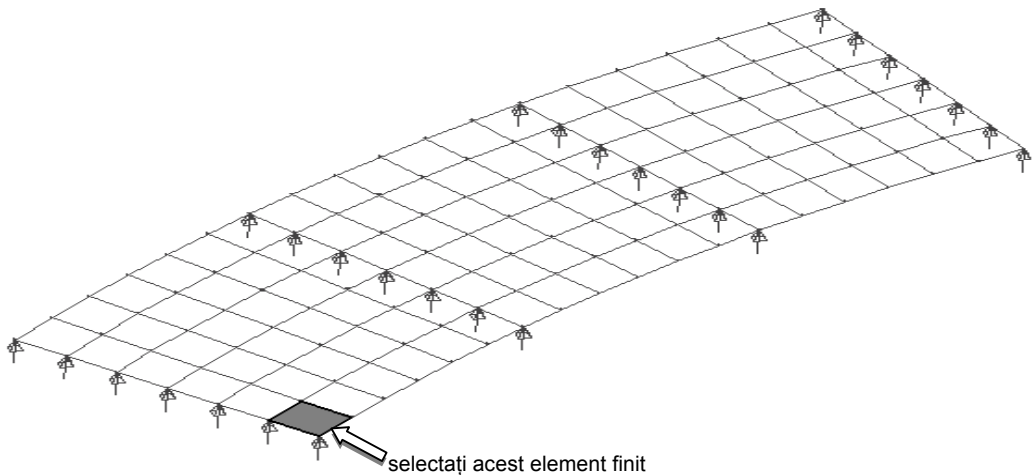

Fig. 25
- se selectează primul element din colțul primei deschideri (fig. 25)